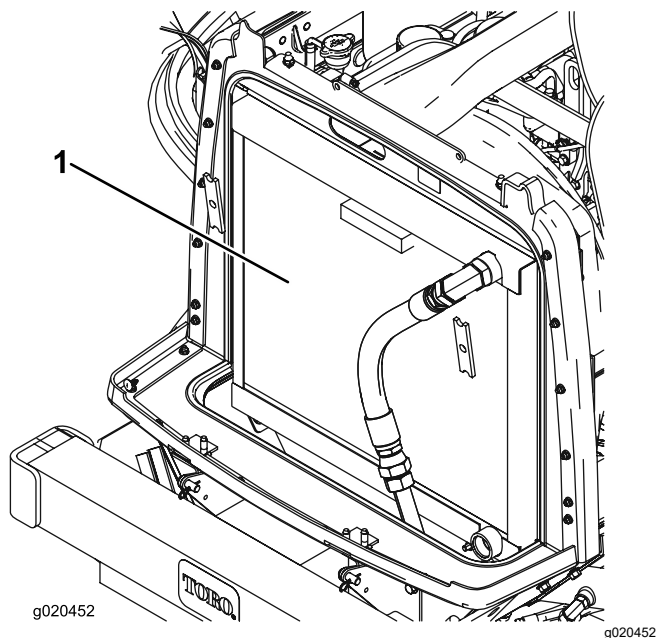

Figura 73
3. Limpe ambos os lados do radiador/dispositivo de arrefecimento de óleo com ar comprimido (Figura 73).